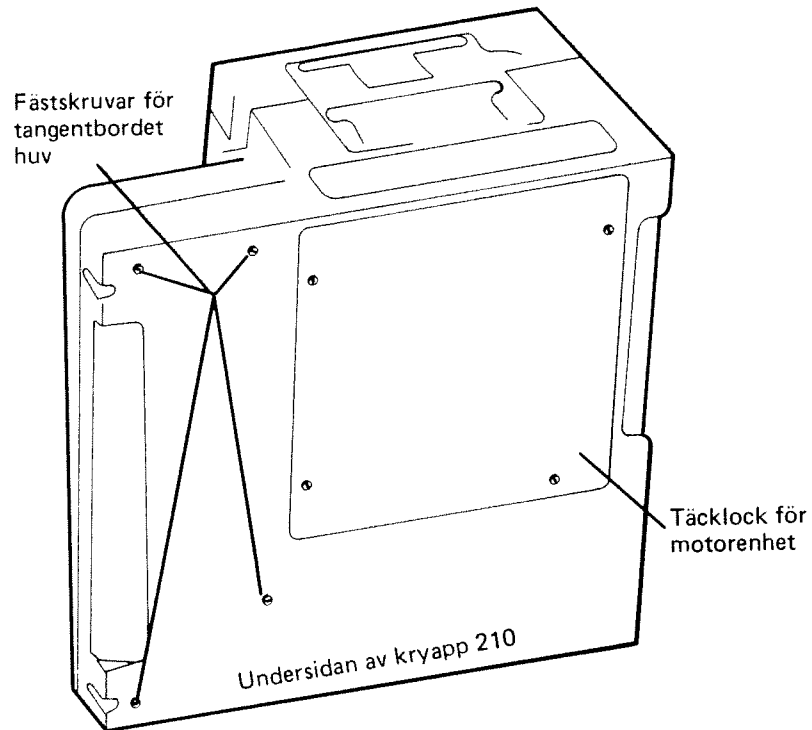

Bild 2.
- o Lossa de fyra fästskruvarna för tangentbordets huv, se bild 2.